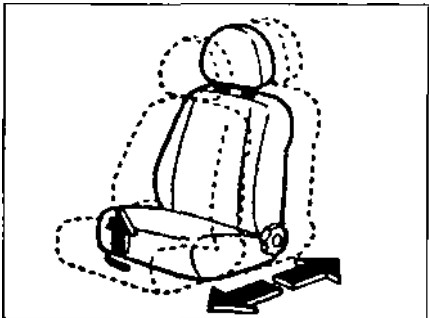

Рис. 1.20.
- для движения переднего сиденья в горизонтальной плоскости вперед-назад потянуть на себя регулировочный рычаг, расположенный под сиденьем справа спереди, установить сиденье в нужное положение и отпустить рычаг (рис. 1.20);